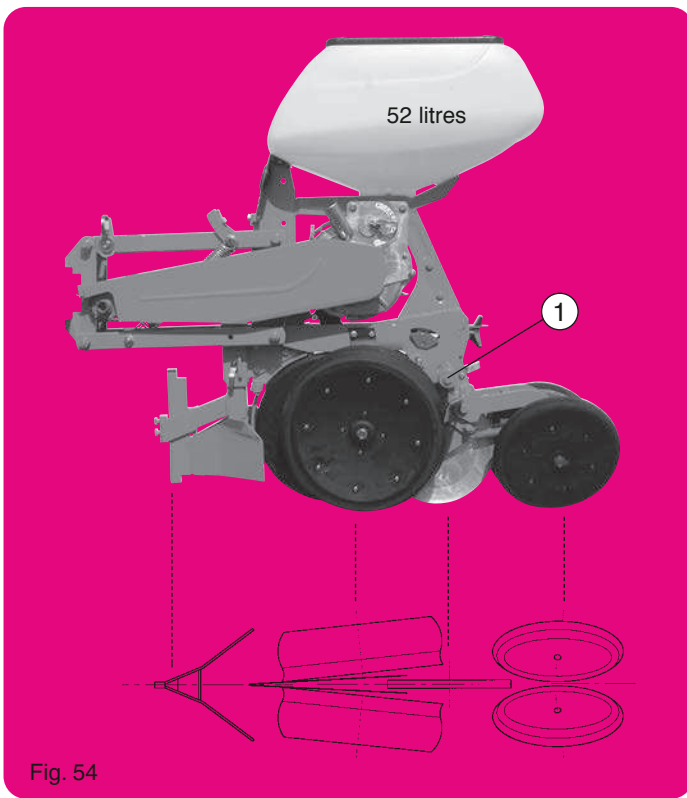

Fig. 54
- Semoir attelé, enlever les roues latérales de jauge avec les bras par les vis ① (fig. 54).
- Con la sembradora enganchada, quitar las ruedas laterales de nivel con los brazos con los tronillos ① (fig. 54).
- With planter hitched, remove the side gauge wheels with arms by using the screws ① (fig. 54)